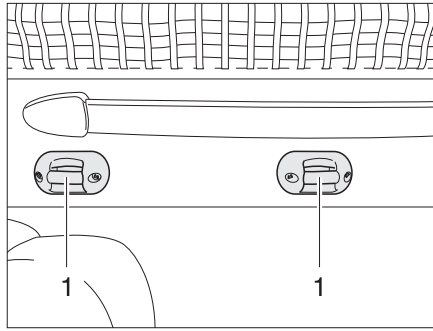

Fig. 173 Soporte escalera de ascenso
- Enganchar la escalera de ascenso a las grapas (Fig. 173,1) de la cama elevada con los dos ganchos.